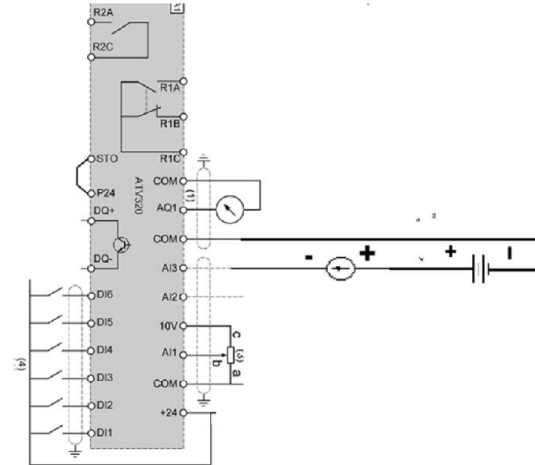

Figura 3
- Con Fuente externa de 24 Vcc para control 2 hilos ver figura 3 . .